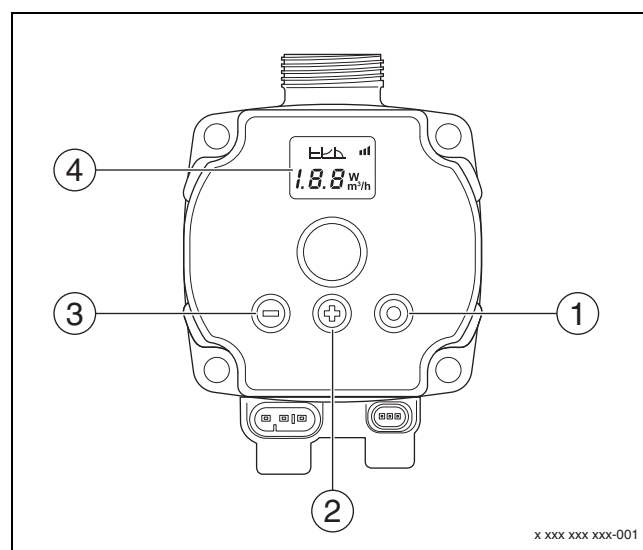

Bild 7 Einstellungen Pumpe Calio SI 25-80 HP PWM
- Bedienknopf (→ Bild 7 [1]) drücken, um das Display (→ Bild 7 [4]) aus dem Ruhemodus zu aktivieren.
- Um den Sollwert einzustellen, Bedienknopfs (+) oder (-) (→ Bild 7 [2] und [3]) drücken bis AN. Analoges Signal 0-10 V erscheint.
- Um den eingestellten Sollwert zu übernehmen, Bedienknopf (→ Bild 7 [1]) drücken.